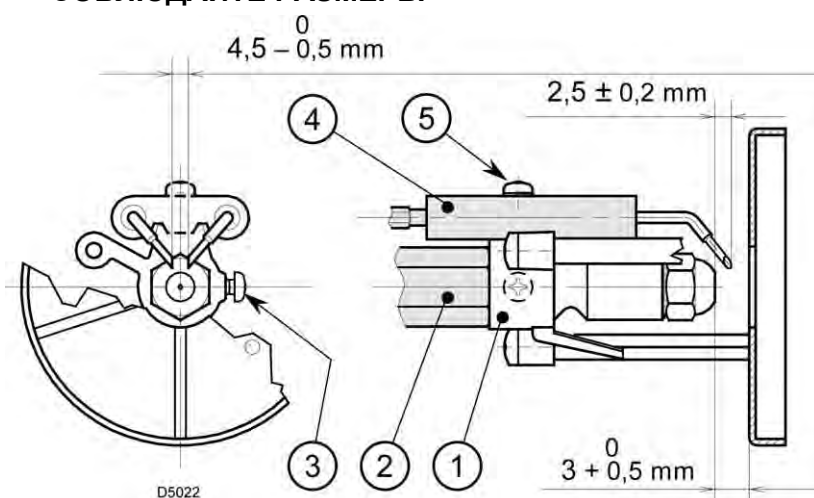

Рис. 12
- В то время как горелка держится на фланце (1), ослабьте винты (3) и снимите наконечник (2).
- Снимите с электродов провода (4), ослабьте винт (3, рис. 12, стр.7) и снимите с держателя форсунки турбулизатор в сборе (5).
- Закрутите форсунку (6), держа ее, как показано на рисунке.
- Ослабьте винты (2), отвинтите гайку (3), отсоедините провода (4) от блока управления, отсоедините фотосопротивление (6) и штекер 10 и выньте держатель форсунки (1).
- Снимите с электродов провода (4), ослабьте винт (3, рис. 12) и снимите с держателя форсунки (1) турбулизатор в сборе (11).
- Закрутите форсунку (12), держа ее, как показано на рисунке.
### 4.3 РЕГУЛИРОВКА ВИНТА – ЭЛЕКТРОДОВ (смотри рис. 12)
- Менять форсунку (смотри рис. 10, стр. 6) и проверять правильное положение электродов (рис.12, стр. 7).